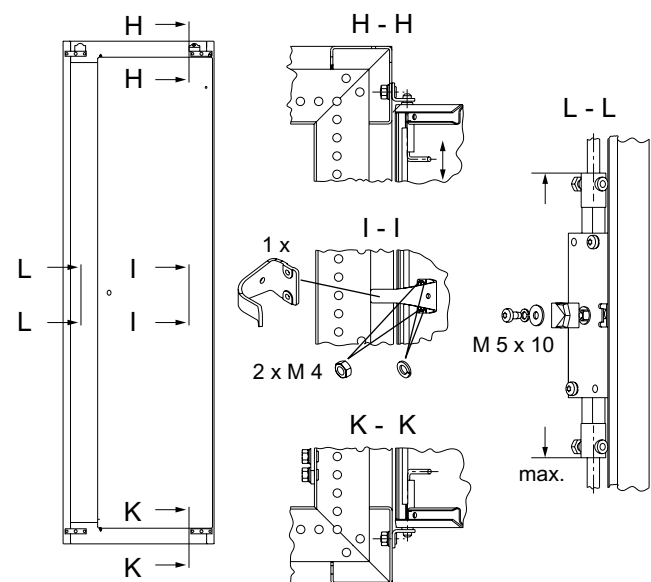

Bild 10
- Bei loser Lieferung von Türen muss der Türwinkel auf der Scharnierseite und die Befestigung des Schließblechs am Schloss mit einberechnet werden, siehe Schnitt "L-L" und "I-I" in Bild 10.
- Die 4 bzw. 6 Türlagerwinkel sind mit je einem Gewindebolzen M 8x15 und einer Mutter M 8 gesichert mit einer Kontaktscheibe am Gerüst befestigen, siehe Schnitt "H-H" und "K-K" in Bild 10.